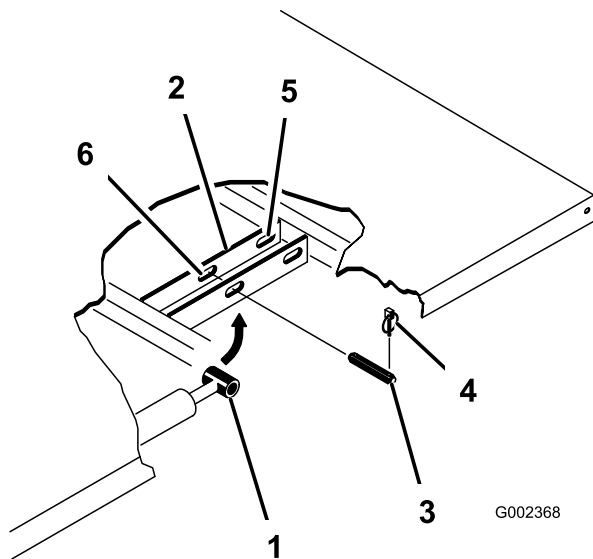

Figure 3
2. Retirez les goupilles à anneau aux extrémités extérieures des axes des tiges de vérins (Figure 3).